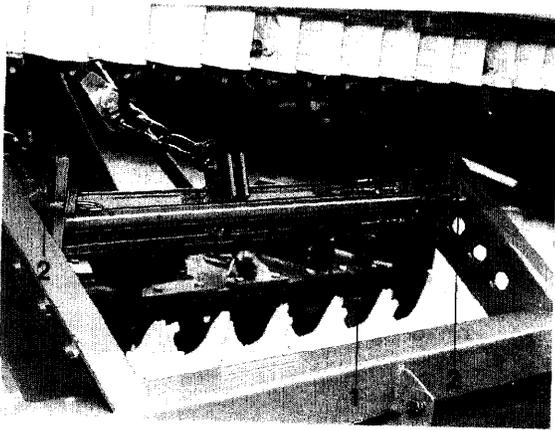

Fig. 23
- Accrocher le cadre d'attelage à la barre d'attelage (fig. 23/1) du semoir en-dessous de la trémie et le verrouiller en sécurité avec deux axes (fig. 23/2) munis de deux goupilles élastiques correspondantes.